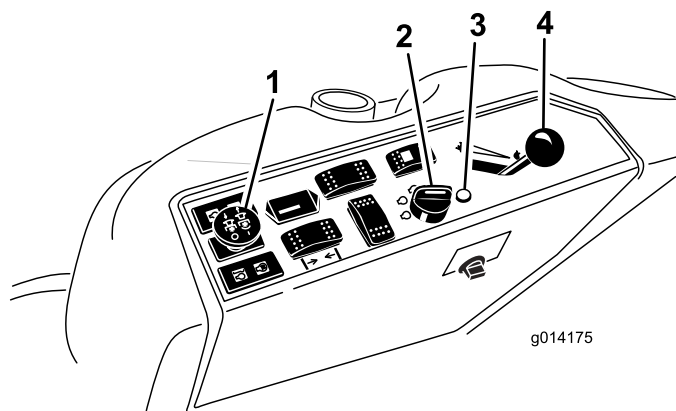

図 11
4. PTO スイッチをOFF 位置とする（図 11）。
5. スロットルレバーを Fast と Slow の中間にセットする（図 11）。